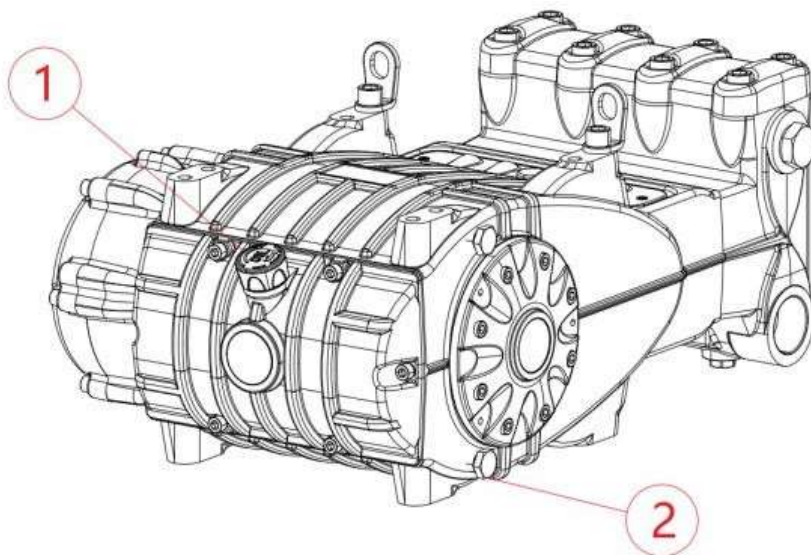

Рис. 12. ① — масляный щуп; ② — сливная пробка картера
Техническое обслуживание механических узлов должно выполняться после слива масла из картера. При сливе масла необходимо снять масляный щуп ① и затем слить масло через сливную пробку ② (рис. 12).